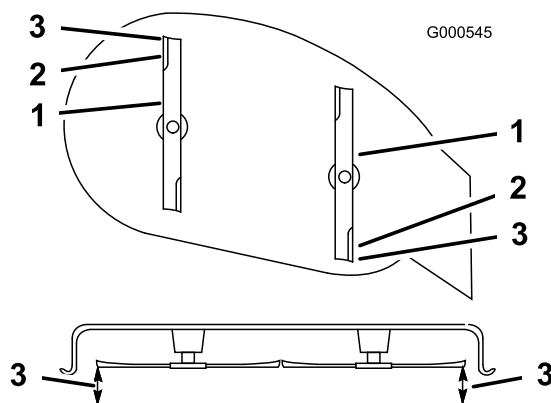

Figure 37
6. Mesurez la distance entre le haut de la lame avant et la pointe de la lame arrière par rapport à la surface plane (Figure 37). Si la pointe de la lame avant n'est pas de 1 à 6 mm plus basse que la pointe de la lame arrière, réglez le contre-écrou avant.
Remarque: Poursuivez le réglage de l'écrou jusqu'à ce que la pointe avant de lame soit de 0 à 6 mm plus bas que la pointe arrière (Figure 37).